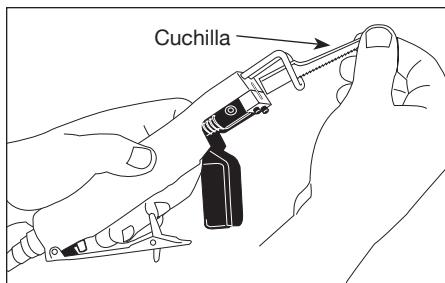

Figura 6
- Con cuidado, saque la cuchilla de la sierra, tal como se muestra en la Figura 6.